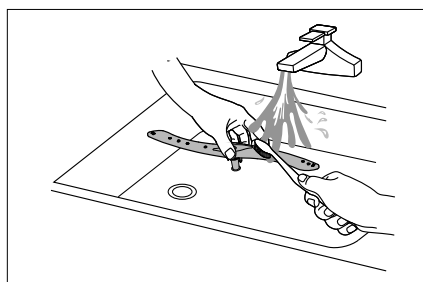

Abb. 23
- ▶ Reinigen Sie den Sprüharm (1) unter fließendem Wasser und prüfen Sie, dass die Öffnungen nicht verstopft sind (siehe **Abb. 23**). Setzen Sie ihn danach wieder ein.